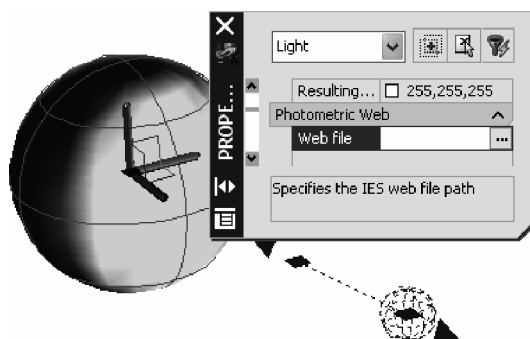

Fig. 8.27 Alegerea fișierului IES
5. În secțiunea **Photometric Web** a ferestrei **Properties**, se execută clic pe linia **Web File** și se acționează butonul [...] – Fig. 8.27.